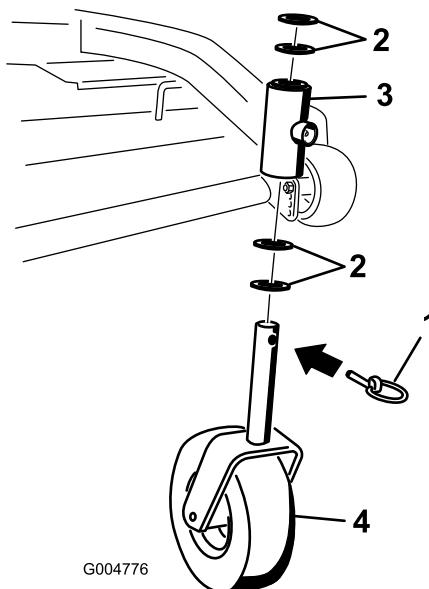

Figure 43
2. Enlevez la goupille de sécurité et la ou les entretoise(s) du haut de la chape de la roue pivotante (Figure 43).
6. Vérifiez l'usure de la chape de la roue pivotante et remplacez-la le cas échéant (Figure 43).
7. Insérez la chape dans les bagues à l'intérieur du tube de montage. Replacez la ou les entretoise(s) sur la chape et fixez-les avec la bague de retenue (Figure 43).